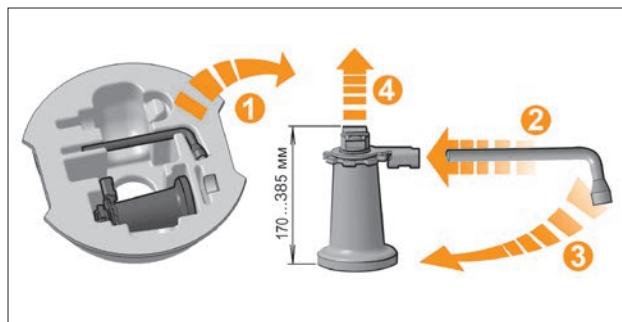

Рис. 8. Подготовка домкрата к подъёму автомобиля (вариантное исполнение)
– **в вариантном исполнении** (рис. 8) вставьте баллонный ключ ручкой в отверстие трубки шайбы привода, которая контактирует с зубчатым сектором ведущего винта домкрата, обеспечивая передачу крутящего момента, необходимого для подъема-опускания. Вращая гайку домкрата, поднимите колесо над опорной поверхностью на высоту 40–50 мм.